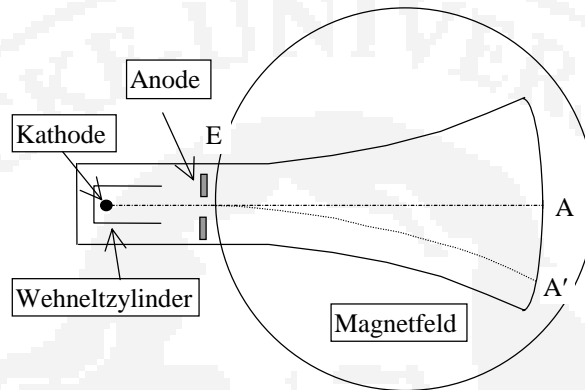

Bild 1: Schematische Darstellung des Versuchsaufbaus zur Messung der spezifischen Elektronenladung
- 3.1 Im Versuch wird eine vereinfachte Oszillographenröhre (kein Fadenstrahlrohr, wie in der Literatur beschrieben) verwendet, deren Aufbau schematisch in Bild 1 dargestellt ist. Die Röhre enthält Restgasatome, die zum Leuchten angeregt werden und die Bahn der Elektronen im abgedunkelten Raum sichtbar machen.
Die Strahlauslenkung  $\overline{AA'}$  (siehe Bild 1) ist nach Umkehr der Strom- und damit Feldrichtung mittels Schalter am Spulenträger als Mittelwert der Auslenkungen in beiden Richtungen zu bestimmen. Die Länge der Strecke  $\overline{EA}$  ist einschließlich der Messunsicherheit auf der Röhre angegeben. Fehlt die Angabe, muss sie mit dem Lineal gemessen werden. Aus  $\overline{AA'}$  und  $\overline{EA}$  ist der Krümmungsradius  $r$  der Elektronenbahn zu berechnen. Die Krümmung des Leuchtschirms kann vernachlässigt werden.